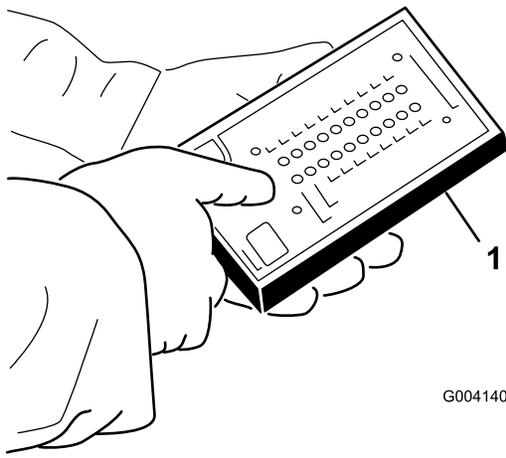

Figure 41
4. Branchez le connecteur de l'outil de diagnostic ACE au connecteur de diagnostic (Figure 41).